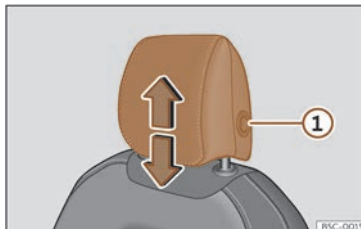
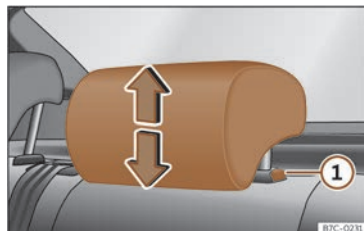

Fig. 107 Seient davanter: regulació del reposacaps.
Fig. 108 Reposacaps del darrere: regulació del reposacaps.
- Agafeu el reposacaps amb les dues mans pels costats i empenyeu cap amunt fins a encaixar-lo amb la posició desitjada. Per abaixar-lo, feu la mateixa acció, tot prement el botó lateral ① >>> **fig. 107** >>> **fig. 108**.
- Premeu el botó lateral »» fig. 107 ① i traieu el reposacaps.